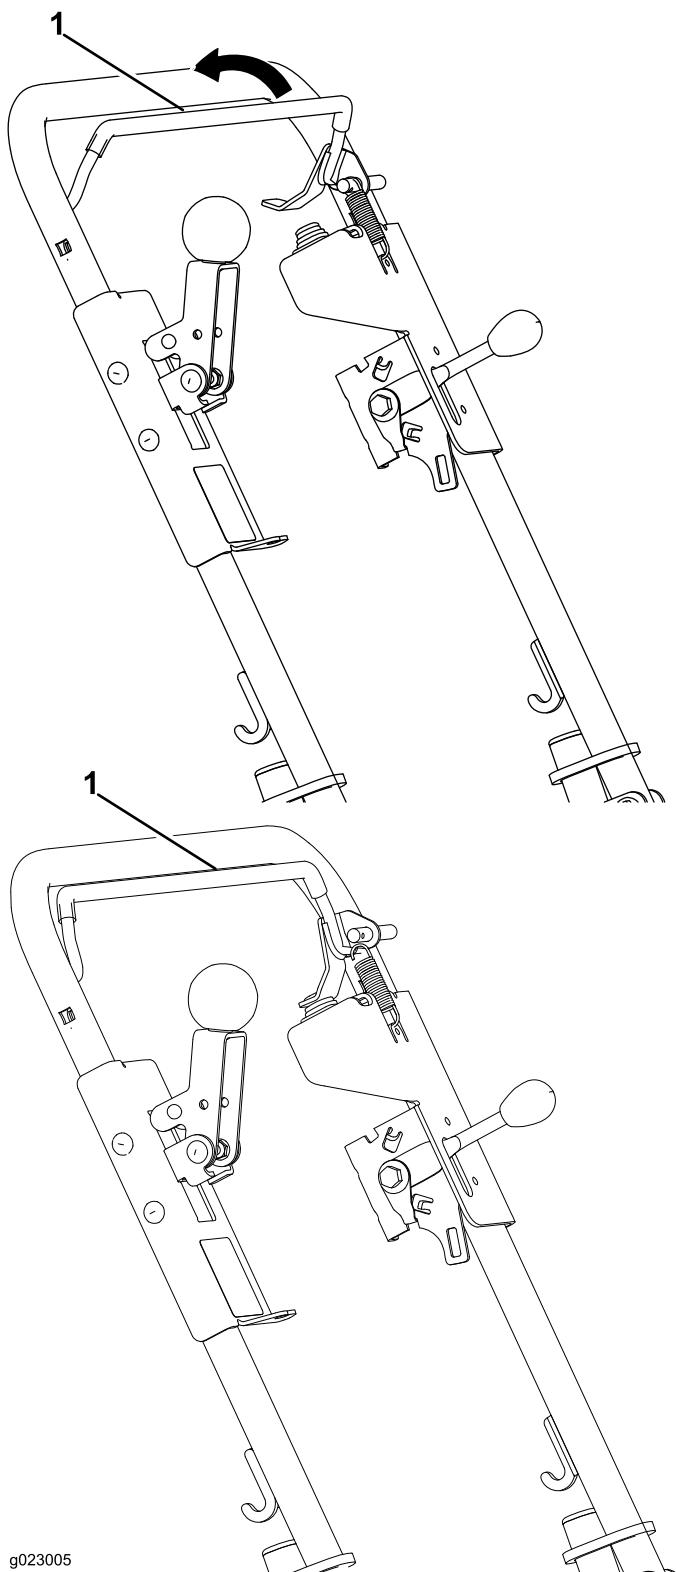

Figure 8
- Pour démarrer la machine, serrez la barre de présence de l'utilisateur (Figure 8). Continuez à serrer la barre pour faire avancer la machine.